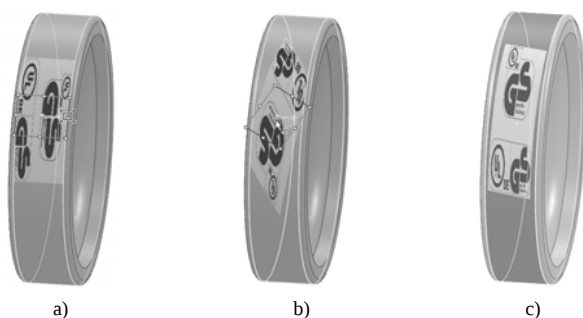

图 8-55 设置贴图
(4) 同时也可以可以在绘图区调节矩形框大小，调整图片大小；选择矩形框中心左边，旋转图标，如图 8-55 所示。